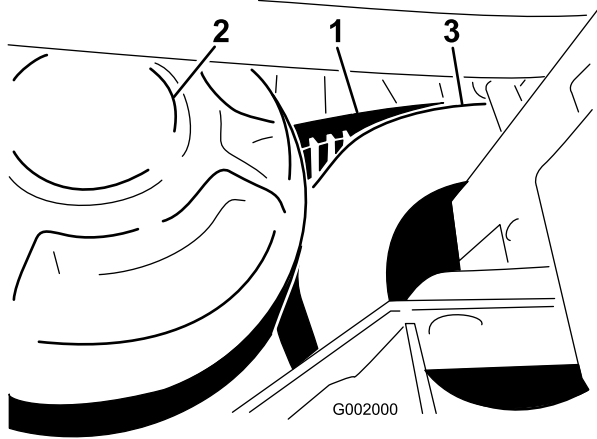

図 62
1. 二次クラッチを回しながら二次クラッチ部分でベルトを外す (図 62)。